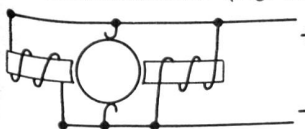

Fig. 132
- Dynamo mit Elektromagneten (Erreger), die an den Klemmen des Dynamos angeschlossen sind, also in Parallelschaltung zur Maschine, daher der Name Nebenschlussmaschine (Fig. 132).